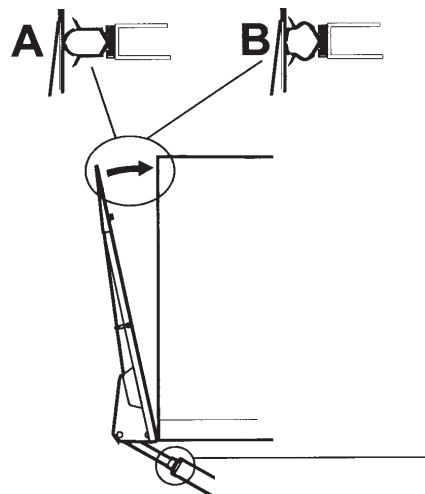

Imagen 39. Ajuste de apoyo contra la carrocería
- Girar la llave de ajuste de modo que la plataforma se apoye justo en la junta de la carrocería. Imagen 39.
- Ajustar ambos cilindros alternativamente de modo que la plataforma se apoye contra la carrocería, véase Imagen 39 (B).